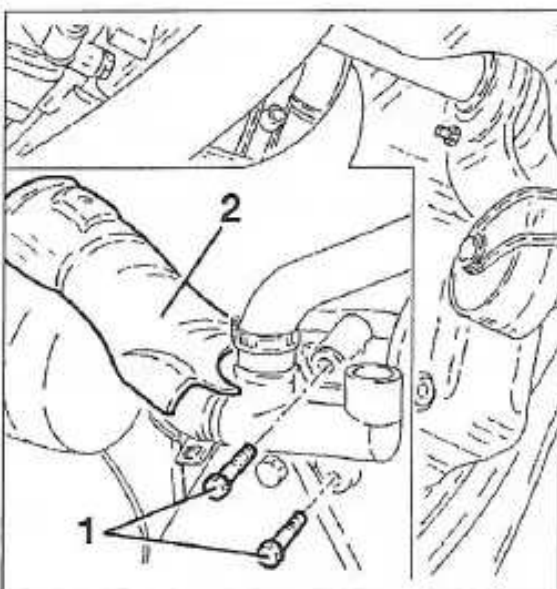

FIGURA 1-22
- Aflojar los tornillos de fijación (1) del tubo de alimentación unido a la bomba de agua y desmontar la protección del tubo (2) (figura 1-22).